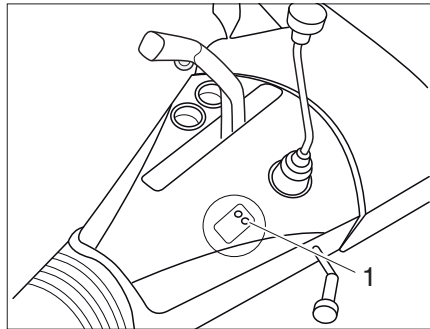

Fig. 2 LED de l'ATC (AL-KO Trailer Control)
Un autotest est exécuté, la DEL (Fig. 2,1) s'allume en rouge.
- Après l'autotest, la DEL (Fig. 2,1) s'allume en vert, l'ATC est actif.